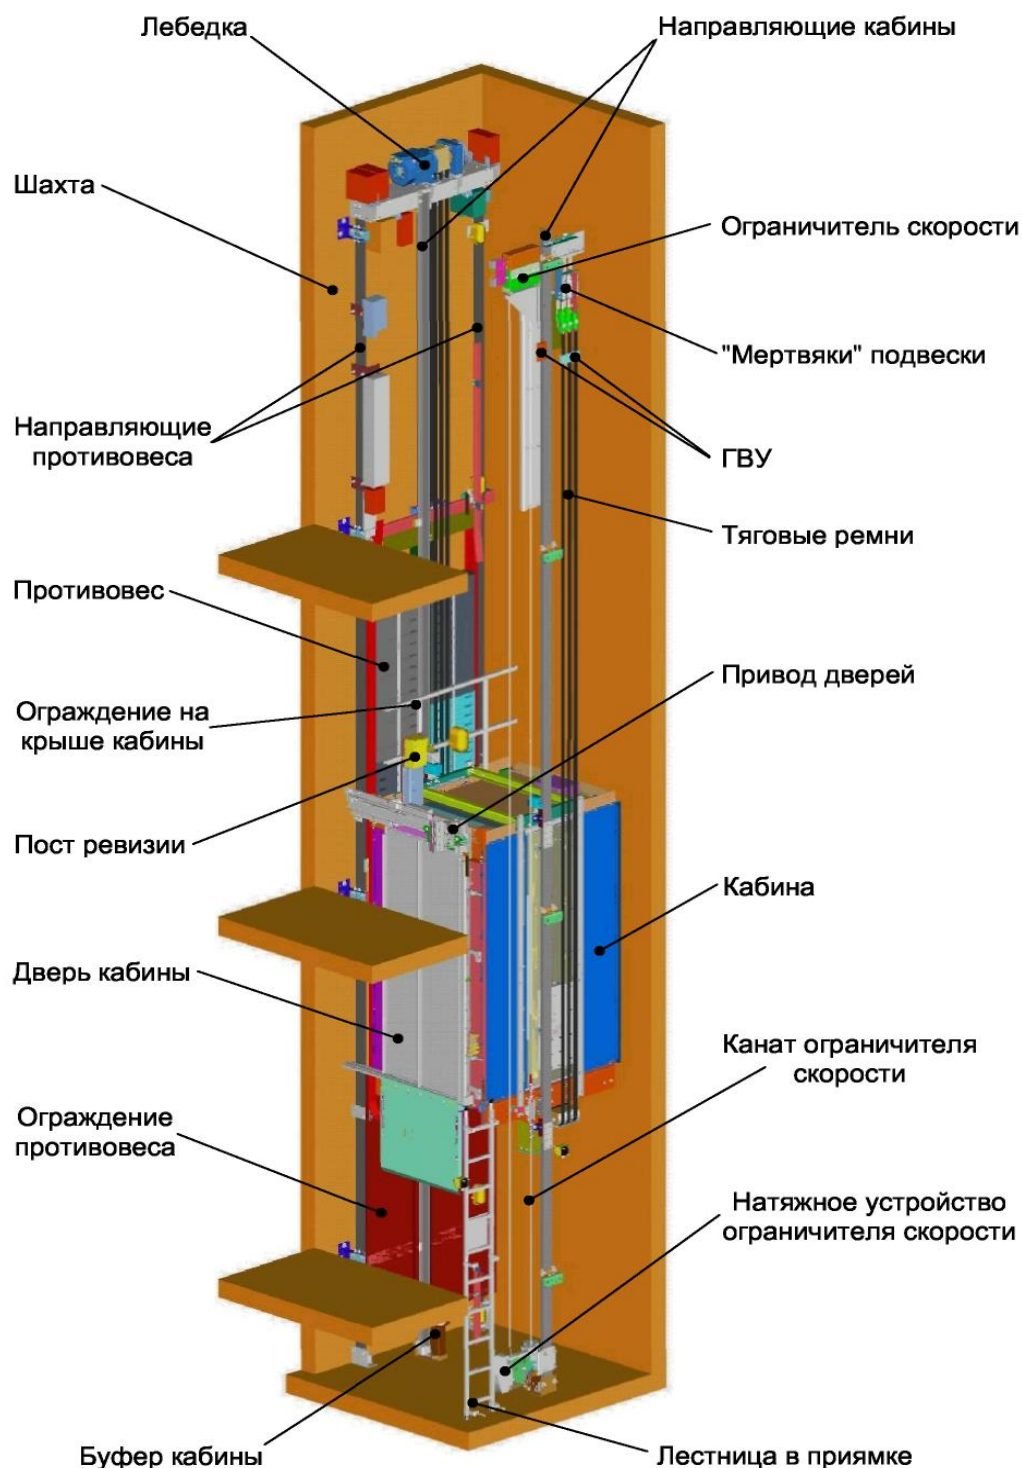

Рис. 1. Общий вид лифта в шахте
Общий вид лифта и взаиморасположение составных частей лифта показано на *рис.1*.
- двери шахты (ДШ) (на *рис.1* не показаны)